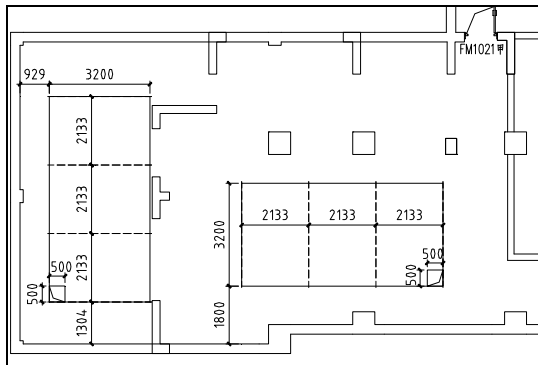

图 13-3 绘制地下室左方贮水箱
**02** 绘制地下室左方贮水箱。调用 REC【矩形】命令，绘制矩形；调用 L【直线】命令，绘制直线；并将直线的线型设置为虚线，结果如图 13-3 所示。